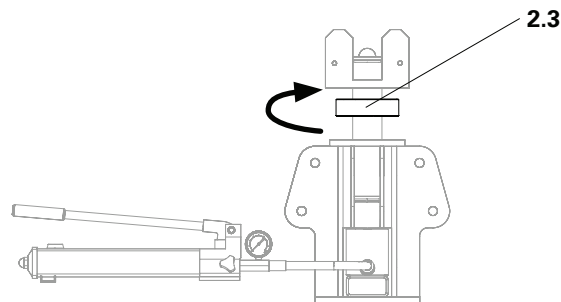

Fig. E1.01b
3. Avvitare verso l'alto il dado dell'albero di testa (2,3) a 10 mm. (Fig. E1.01b)